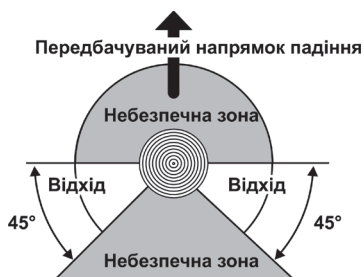

Рисунок 12. Схема зони падіння дерева.
2. Визначити напрямок, у якому буде падати спиляне дерево з урахуванням напрямку вітру, передбачити маршрут відходу під час падіння дерева (треба відійти від стовбура у протилежному від падіння напрямку, принаймні на 3 м, щоб уникнути удару після відкидання стовбура назад на пень (рис. 12).